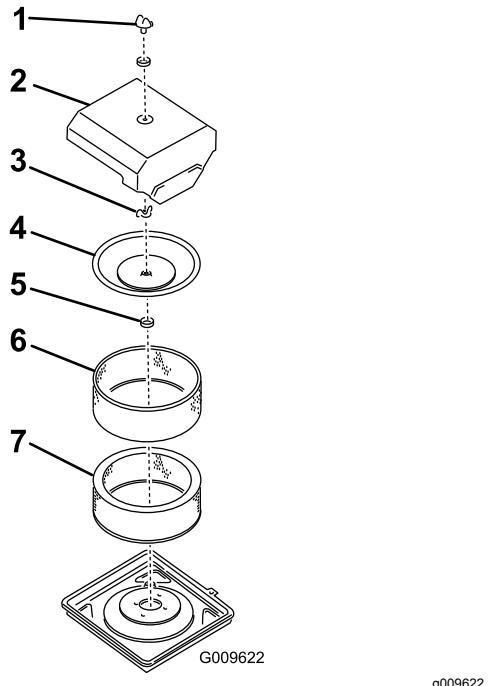

Figura 30
- Retire el pomo, la junta tórica y la tapa del limpiador de aire (Figura 30).
- Instale el elemento con el pre-limiador, la junta del respiradero, la tapa interior, la tuerca de orejeta, la tapa del limpiador de aire, la junta tórica y el pomo (Figura 30).